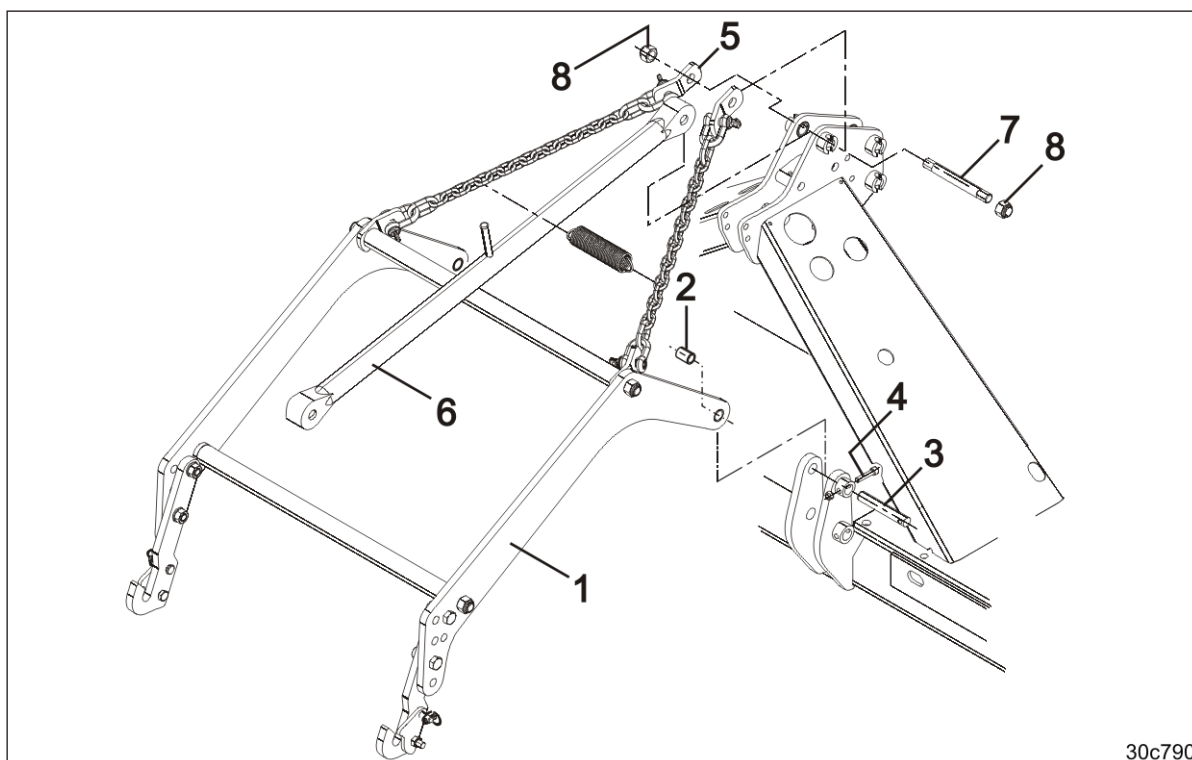

Fig. 85
1. Suspendați brațele portante de cuplare (Fig. 85/1) într-o macara.
2. Introduceți brațele portante de cuplare împreună cu două manșoane de distanțare (Fig. 85/2) la mașina de cultivare a solului cu două bolțuri (Fig. 85/3).
3. Asigurați bolțurile cu șuruburi (Fig. 85/4) și piulițe.
4. Introduceți lanțurile (Fig. 85/5) împreună cu bara superioară (Fig. 85/6) la mașina de cultivare a solului cu un bolț (Fig. 85/7).
5. Fixați bolțul cu două piulițe de siguranță (Fig. 85/8).